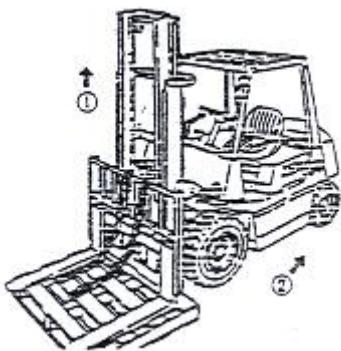

Рис. 2-37
- (1) Поместите паллет на вилы погрузчика и поставьте его на ровную поверхность.
- (2) Опустите вилы, чтобы паллет коснулся земли
- (3) Отсоедините верхнее крепление цепи и снимите цепь с колеса.
- (4) Поднимите внутреннюю мачту (Поз. 1 на Рис. 2-37)
- (5) Сдайте на погрузчике назад после подтверждения того, что рама вил была отсоединенна от внутренней мачты (Поз. 2 на Рис. 2-37).
- (6) Замените главный ролик.